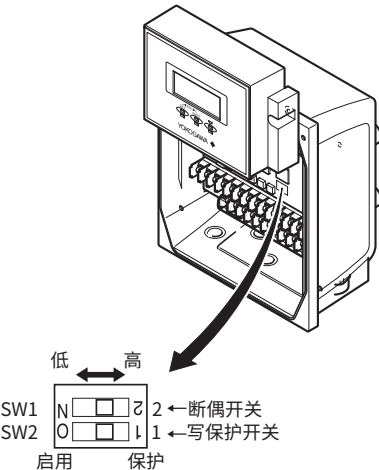

图6.3.6 硬件开关
(2) 小心连接至显示单元的接头和电缆, 如图6.3.6所示移动显示单元, 并设置开关。此时不要移除接头。
断偶功能设置CPU损坏时的电流输出方向。出厂时, 断偶方向设置为High (即25 mA);但是, 如果已指定可选项代码C1, 输出方向将设置为Low (即0 mA)。更改断偶方向时, 必须使用断偶开关(即SW1)(请参阅图6.3.6)。
写保护功能是为了防止参数被改写。写保护功能既可通过写保护开关(SW2)(参阅图6.3.6)实现, 也可通过软件参数设置功能实现。如果启用这两项中的任一项, 将禁止参数改写。